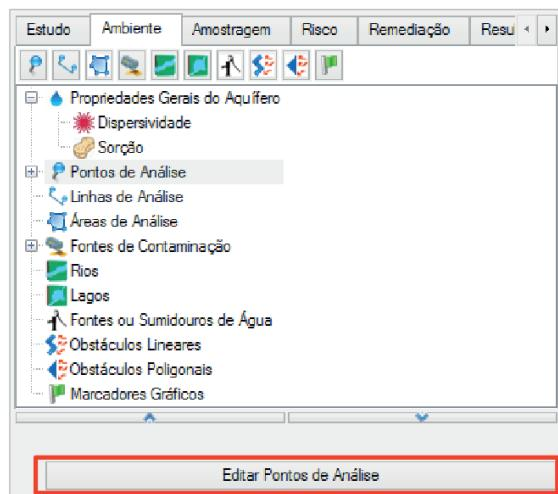

Figura 3.11 Ponto de análise no módulo **Ambiente**.
- **Pontos de Análise:** São utilizados para inserir informações pontuais (carga hidráulica, condutividade hidráulica, porosidade efetiva, densidade do solo e teor carbono orgânico) sobre uma determinada região da área de interesse, as quais podem ser obtidas, por exemplo, por meio dos poços de monitoramento. Para inserir essas informações, é possível optar por adicionar os pontos de análise individualmente, por meio do ícone (POINT) no painel de navegação, ou por adicionar os pontos de análise em conjunto, através da opção *Pontos de análise - Editar Pontos de Análise* (Figura 3.11).
Neste momento adicionaremos somente as informações de *Carga Hidráulica*, através da função *Edita Pontos de Análise*, deixando valores nulos para as colunas de Porosidade Efetiva, Condutividade Hidráulica, Densidade do Solo e teor de Carbono Orgânico (Tabela 3.2 e Figura 3.11).